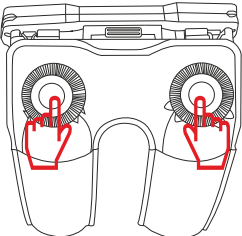
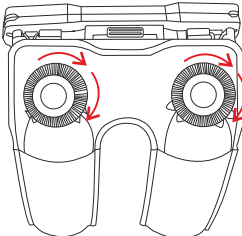

Рис. 18
Рис. 19
- Для уменьшения размера крепления: Нажмите на оба колеса регулировки (Рис. 18). Вращайте колеса регулировки по часовой стрелке (Рис. 19).